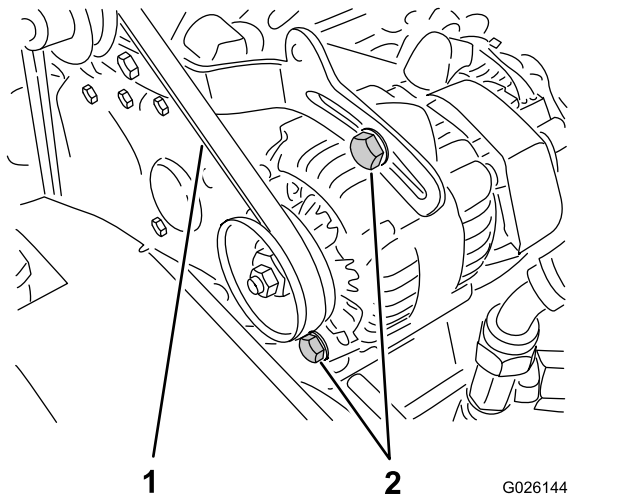

図 63
2. クランクシャフトとオルタネータのプーリー間の中央でベルトを指で押してベルトの張りを点検する 押す力は 10kg 程度 (図 63)。
- A. オルタネータの取り付けボルト 2 本をゆるめる 図 63。
B. エンジンとオルタネータの間にバールを入れて適当な張りに調整し、取り付けボルトを締め付ける 図 63。